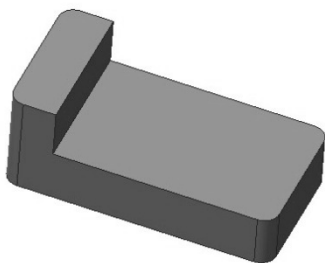

图 4-52 拉伸模型
(3) 在拉伸操控面板中，选择单向拉伸方式，输入拉伸深度为 31.5，如图 4-52 所示。单击拉伸操控面板中的  预览拉伸效果，确认无误后单击  按钮，完成特征创建。